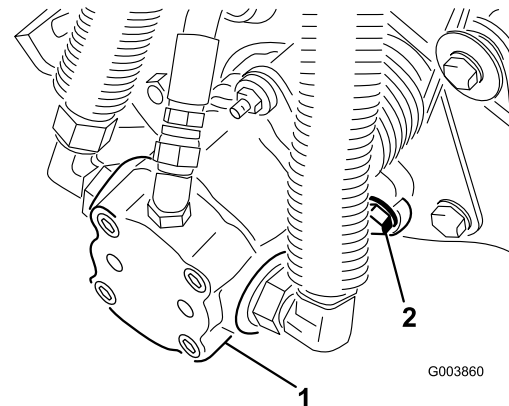

Figura 10
7. Coloque as porcas de montagem para o motor dos cilindros em cada uma das unidades de corte (Figura 10). Deixe uma folga de aproximadamente 1,25 cm em cada perno de montagem.